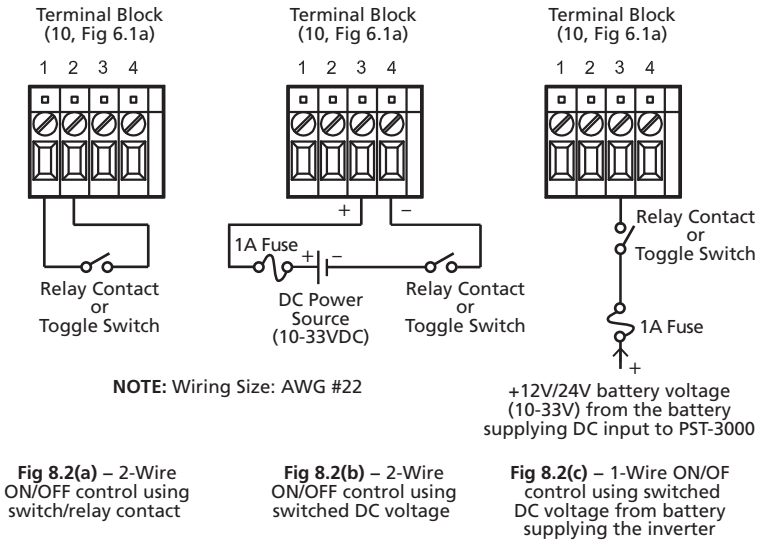

Fig. 8.2: ON/OFF Control from Remote Location using External 2-Wire or 1-Wire Control
The unit can be switched ON/OFF from a remote location using external, wired ON/OFF control arrangements as shown in Fig 8.2(a), (b) and (c). Details are given below:
- **2-Wire ON/OFF Control from Remote Location Using Switch/Relay Contact, Fig 8.2(a):**
- **2-Wire ON/OFF Control Using Switched DC Voltage (10-33VDC), Fig 8.2(b):**
- **1-Wire ON/OFF Control Using Switched DC Voltage from the Battery Supplying the Inverter, Fig 8.2(c) :**
- b) **lorsque vous utilisez le contrôle ON/OFF du fil-1 et le fils-2 externe:** en éteignant l'onduleur par ( i ) en allumant l' interrupteur ou le contact du relais en Contrôle ON / OFF 2 -fils ( figure 8.2a ) ou ( ii ) en allumant l' interrupteur ou relais Contrôle ON / OFF 2 -fils en utilisant la tension CC ( figure 8.2 b ) ou ( iii ) en allumant l' interrupteur ou le contact de relais contrôle ON / OFF 1-fil en utilisant la tension CC de la batterie qui alimente l'onduleur .